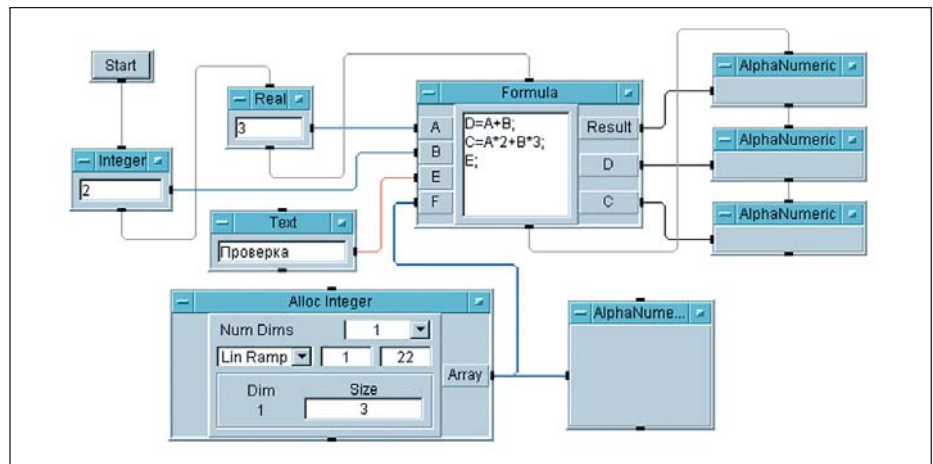

Рис. 3. Простая программа, содержащая разные типы переменных
Программа составляется из необходимых блоков, связанных линиями. Обычно соединяются выход со входом — как по информационным контактам, так и по управляющим. Пример простой программы показан на рис. 3. Для ее создания даже новичку потребуется буквально несколько минут, и дальше можно будет экспериментировать.
На рис. 3 видно, что линии, соединяющие блоки, разноцветные: их цвет напрямую связан с типом данных (переменных). Темно-голубой — это Integer (целое), Real (действительное), Complex (комплексное) или PComplex. Оранжевый — это String (текст). Темно-серый — нулевое значение, чаще всего на управляющем выходе. Черный — заранее неизвестный тип переменной (очень часто на выходах разных блоков). И, наконец, ярко-красный — ошибка. Требуется обязательный анализ, дабы понять, что именно вызывает ошибку, поскольку программа с таким блоком не выполняется. Если на выходе блока формируется массив, то линия широкая. Общая идеология VEE: чем меньше черных линий, тем быстрее работает программа. В программе на рис. 3 представлены почти все варианты линий. Часть блоков соединена управляющими линиями: от этого зависит последовательность выполнения процедур.
В [5] упоминается runtime-версия VEE, распространяемая бесплатно, в том числе и с демо-версиями пакета. Если программу, представленную на рис. 3, сохранить в варианте для runtime-версии (расширение будет «.vxe» вместо стандартного «.vee») и выполнить, то откроется пустое окно. Для получения разумного результата необходимо несколько изменить программу: добавить два блока «OK» (**Flow ==> Confirm (OK)**). Один — сразу после блока **Start**, а второй — в самом конце программы после блока **AlphaNumeric** с числом 12. У первого «OK» название оставить по умолчанию, а у второго название изменить на EXIT. Затем выделить все блоки